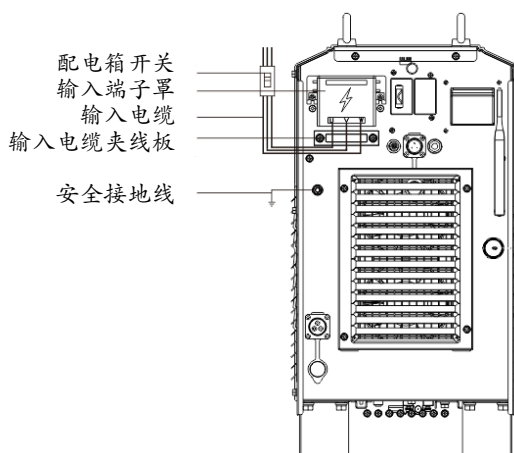

图 2-6 电源输入侧连接示意图
2. 将输入电缆的一侧连接到电源输入端子，并用电缆夹线板固定，将输入电缆中的安全接地线接到焊接电源外壳 M6 接地螺柱上，如图 2-6 所示。